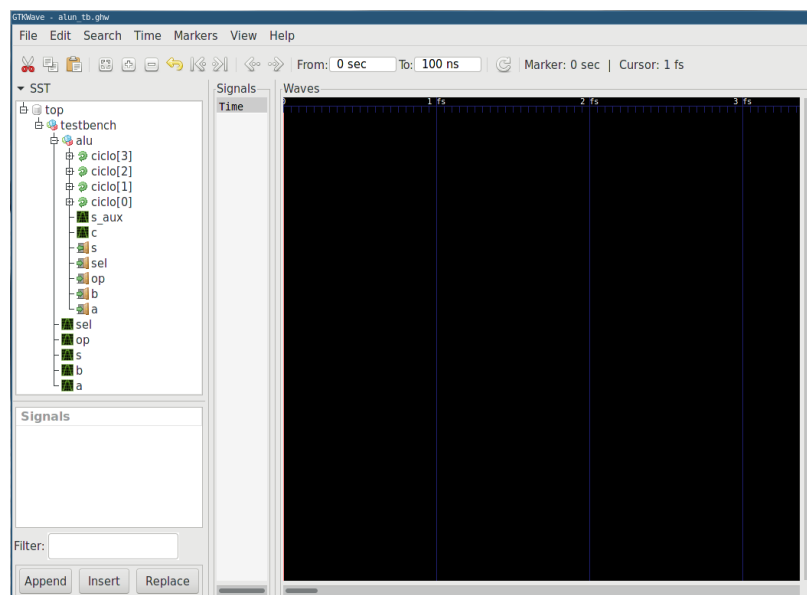
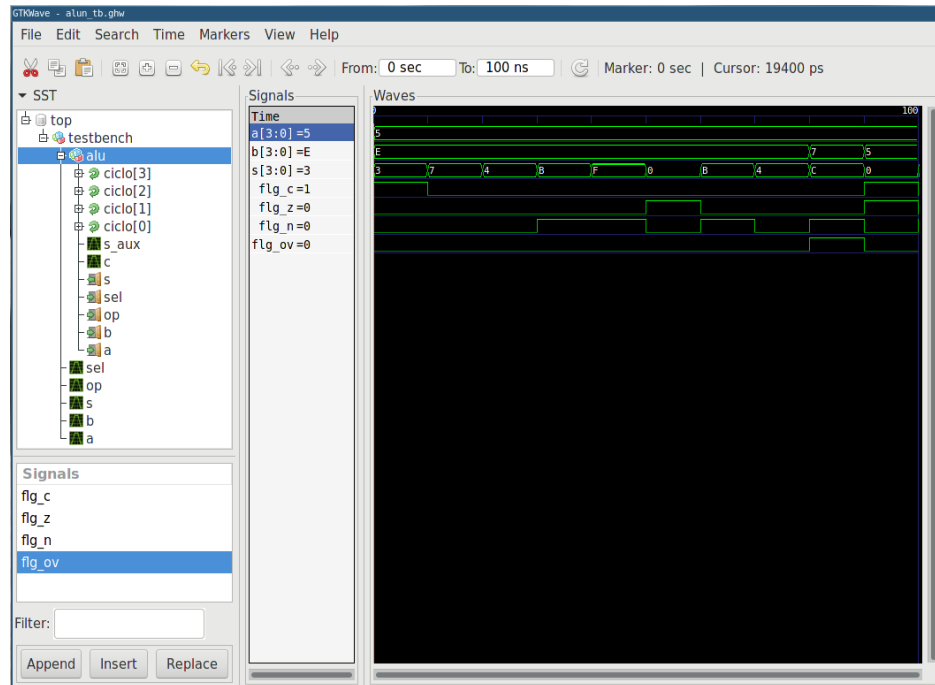
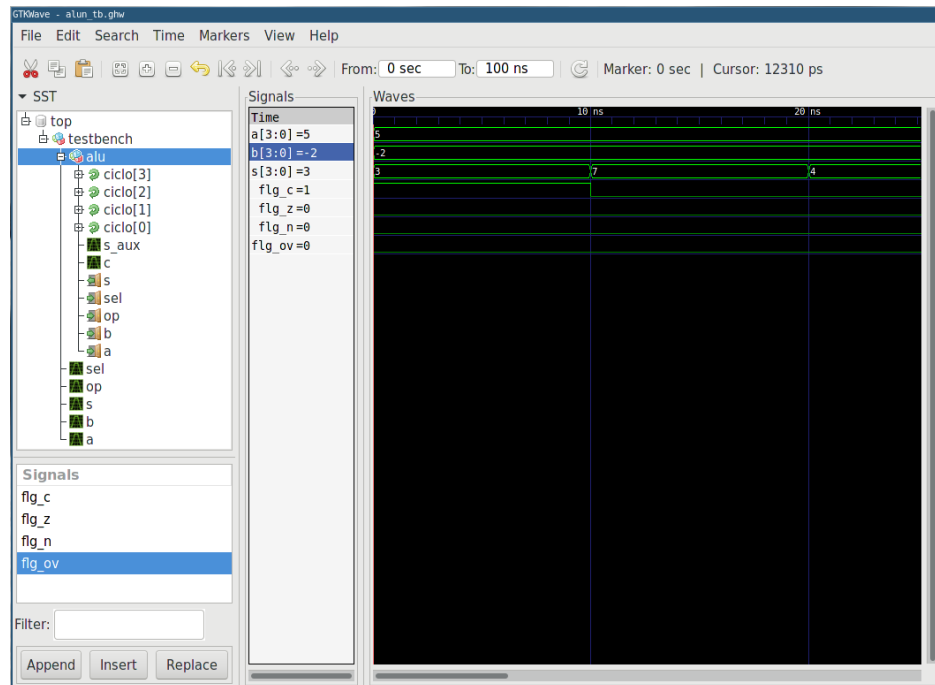

Figura 4: GTKWave con las señales cargadas desde el archivo *alun_tb.ghw* mostradas en el panel del SST
Figura 5: Señales seleccionadas de la ALU en el panel de visualización de señales
Figura 7: Primeros 20 ns de la simulación donde se hace una suma ($s = a + b$ donde $a = 5, b = -2$) y una resta ($s = a - b$)
Posteriormente abrimos el archivo *alun_tb.ghw* con GTKWave, al expandir el árbol del SST podemos observar que aparecen las señales del testbench así como todas las señales internas de la entidad *ALUNbits* (Figura 4). Elegimos una mezcla de señales internas de la entidad *alu* como las banderas *overflow* (OV), cero(Z), *carry*(C), negativo (N), los buses de las dos entradas *a* y *b* y la salida de datos *s*. En la Figura 5 se pueden ver todas estas señales ya agregadas a la lista de señales. Después de haber agregado estas señales, podemos utilizar las opciones del menú de cada señal (Figura 6) para cambiar la representación en la que se muestran los valores de las señales por algo más útil como decimal con signo, que nos permite apreciar los resultados de operaciones aritméticas. Como se puede ver en la Figura 7, en los primeros 10 ns se hace una suma, mientras que en los siguientes 10 ns se hace la resta.